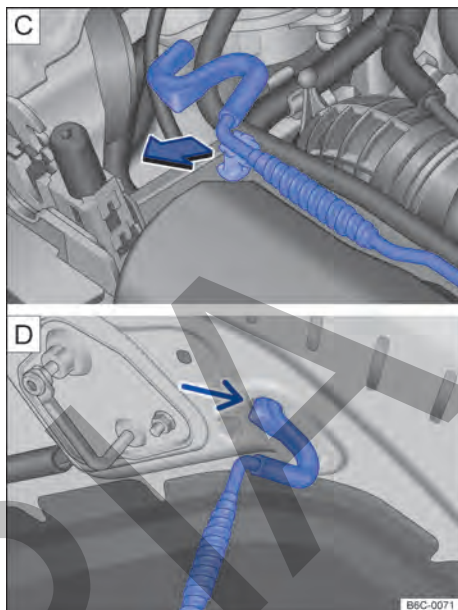

Fig. 142 C Varilla de sujeción de la tapa del compartimento del motor. D Tapa del compartimento del motor apoyada en la varilla de sujeción.
- Retirar la varilla de sujeción del soporte en el sentido de la flecha → fig. 142 C y colocarla en la abertura de la tapa del compartimento del motor → fig. 142 D. ▶
- Retirar la varilla de sujeción del orificio → fig. 142 [D] y encajarla en el soporte del cierre → fig. 142 [C].